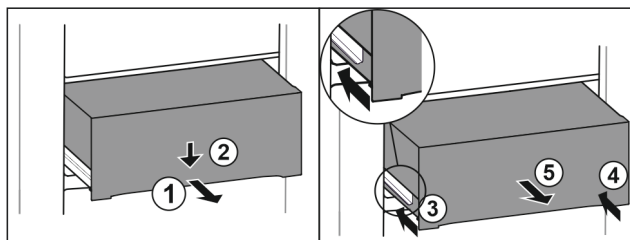

Fig. 148
- Zásuvku napůl vytáhněte. Fig. 148 (1)
- Stlačte zásuvku na přední straně dolů. Fig. 148 (2)
- Zasuňte levou kolejničku přibližně do 2 cm. Fig. 148 (3)
- Zasuňte pravou kolejničku přibližně do 2 cm. Fig. 148 (4)
- Vyjměte zásuvku dopředu. Fig. 148 (5)